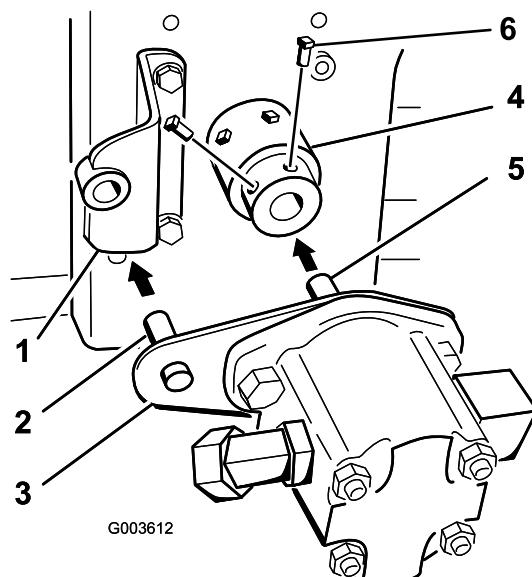

图 20
**注意** 液压泵轴应与发动机 PTO 轴的端部接触图 20。
11. 为 2 个固定螺丝 $5/16 \times \frac{3}{4}$  英寸涂抹可清除的防松螺纹油并将它们装入轮毂总成从而固定液压泵轴图 20。